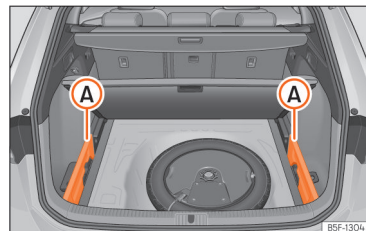

Fig. 183 En el maletero: alojamiento para guardar la bandeja enrollable.
- Extraiga las tapas izquierda y derecha »» fig. 183 A.